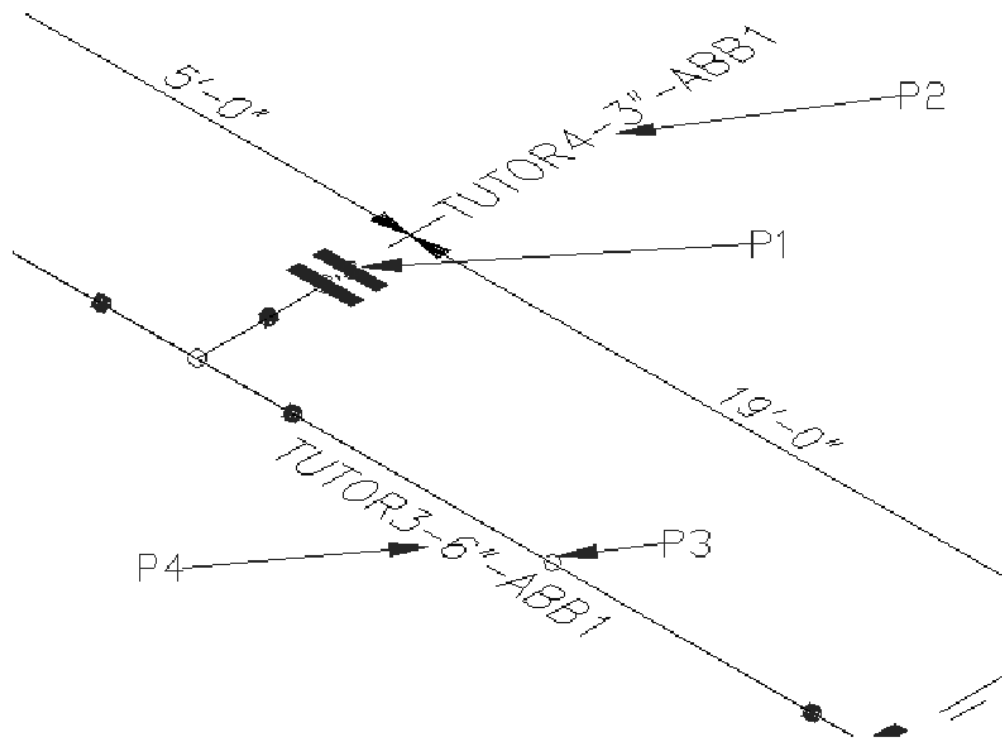

Figure 19
**Selecciona [Label Line] en el menú "ANNOTATION" (mira la Figure 19).**